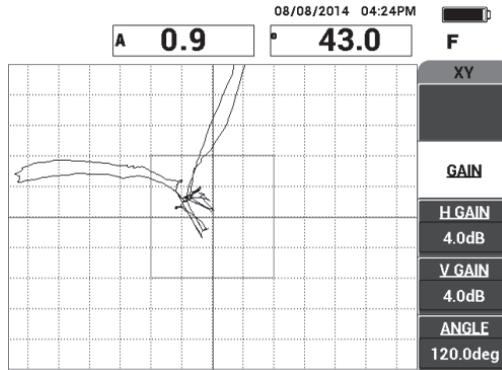

Abbildung 6-7 Scannen von Ablösungen
3. Scannen Sie über die nah und entfernt liegenden Ablösungen und während Sie die Sonde über die Ablösungen führen, drücken Sie auf die Direktzugriffstaste FREEZE (❄) (siehe Abbildung 6-7 auf Seite 140).